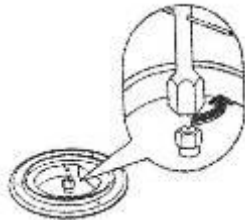

Рис. 2. Замена сопла горелки верхнего стола спомощью ключа 7 мм.
- Используя торцевой трубчатый ключ размером 7 мм заменить сопла согласноТабл. 1(Рис. 2).